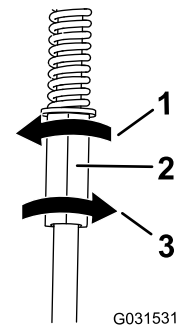

Figure 64
4. Tournez ensuite la tige de commande d'un quart de tour à la fois jusqu'à ce que la machine avance en ligne droite (Figure 64).